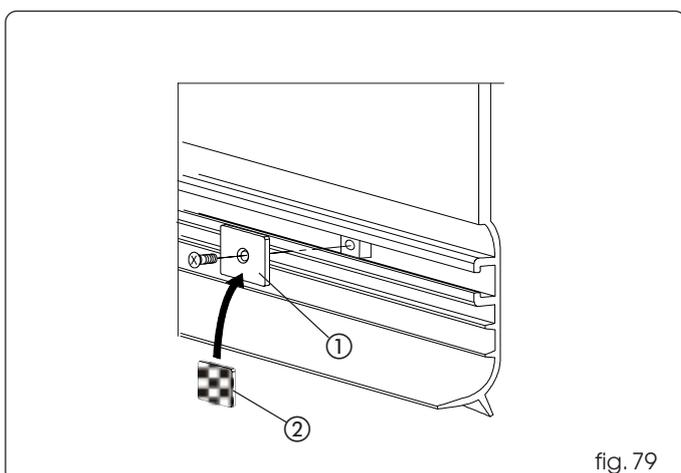

fig. 79
Positionner les plaques métalliques de blocage (fig. 79 réf. ①) sur le carter, au niveau des pattes, en utilisant les 3 plaquettes disposées précédemment (fig. 76 références B et C) et les vis fournies. Uniquement en cas d'utilisation des accessoires de fixation du carter standard appliquer le velcro sur les plaques métalliques (fig. 79 réf. ②).